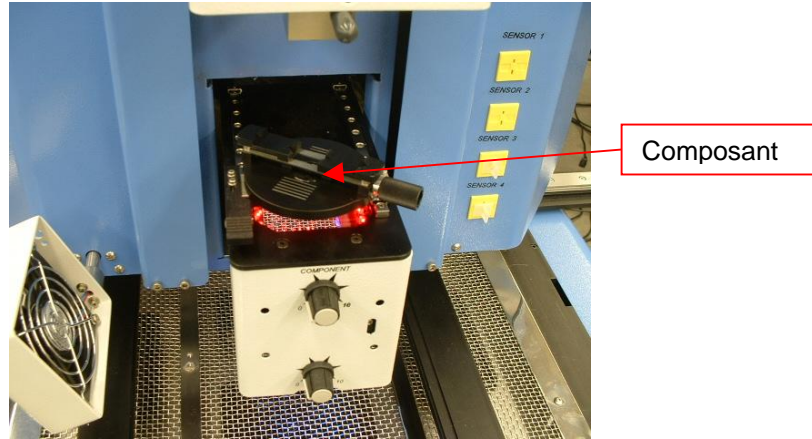

Figure 17a
- ix. Placer le composant sur la plaque de montage au-dessus du logement de la caméra. (figure 17a). Le composant doit être orienté de la même manière que la buse. Effectuer le réglage comme indiqué au paragraphe 11.